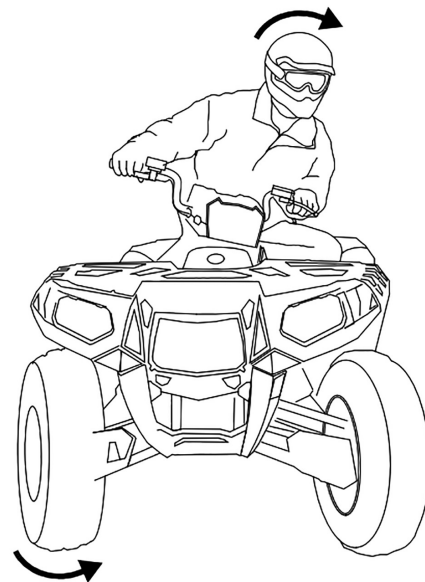

Рисунок 3.1 Поворот на транспортном средстве.
- По мере этого переносите вес тела, опираясь на внешнюю подножку (в направлении, противоположном направлению поворота), при этом верхняя часть тела должна стремиться к центру окружности поворота (рис. 3.1).